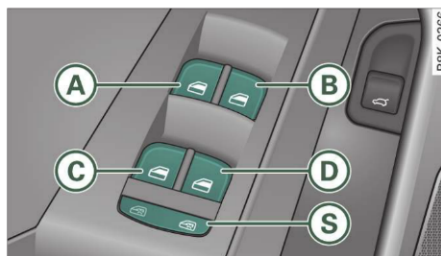

Fig. 35 Imagine din portiera șoferului: Elementele de comandă
Când tasta de siguranță este apăsată (S) ⇒ pagina 43, fig. 35, se aprinde ledul din tastă. Acționarea geamurilor din ușile din spate este blocată.